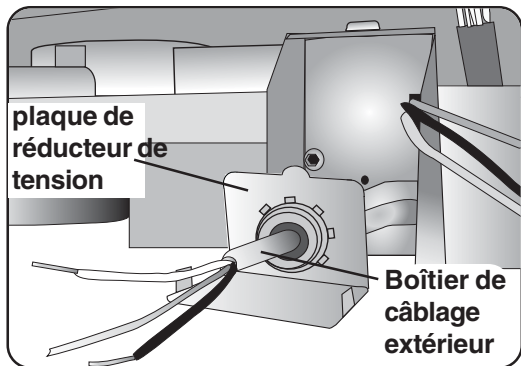

Figure 28
- 2 Passer le câble d'alimentation par le réducteur de tension, **figure 28**. S'assurer que le boîtier de câblage extérieur dépasse d'environ ½ po (13 mm) par le réducteur de tension.